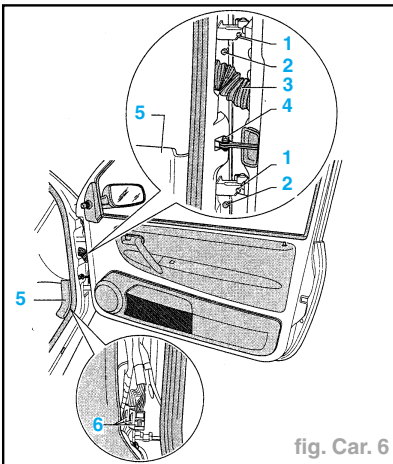

fig. Car. 6
- Déposer le revêtement inférieur du montant **A** (5) (fig. Car. 6).
- Débrancher les connecteurs (6) du montant **A**.
- Détacher le soufflet (3) du montant **A**. Sortir les câbles électriques en les faisant passer à travers l'ajourage du montant.
- Dévisser la vis (4) de l'arrêt de porte.
- Retirer le capuchon (2) en faisant levier et dévisser le vis sans tête (1) des charnières supérieure et inférieure.